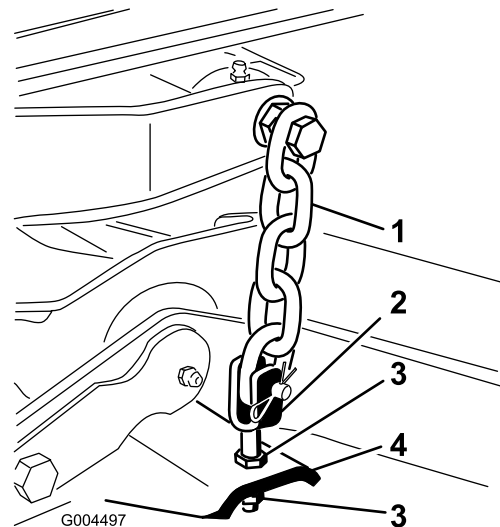

图 7
- 调节将剪草机轭/链条固定到剪草机的锁紧螺母直至滚刀组达到水平图 7。
6. 调节固定后剪草机轮/链条图 7 的锁紧螺母以升高滚刀组的后部使刀片间距设定到 811mm。